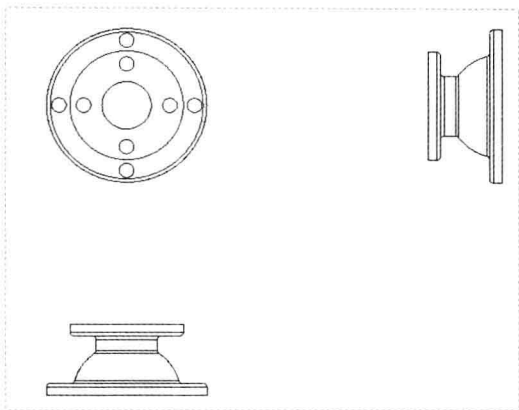

图 12-89 图形文件
Step 01 按【Ctrl+O】组合键，打开图形文件，如图 12-89 所示。